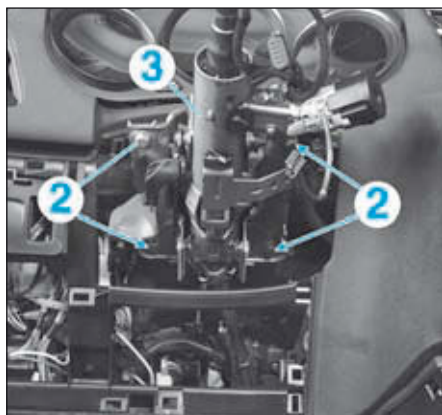

FIG.8
- Déposer les vis (2) et extraire la colonne de direction (3) (Fig.8).